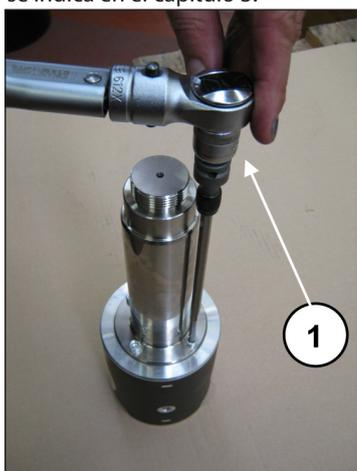

Fig. 51
Bloquear la guía del pistón con la herramienta específica y apretar los tornillos con la llave dinamo-métrica (pos. ①, Fig. 51) como se indica en el capítulo 3.